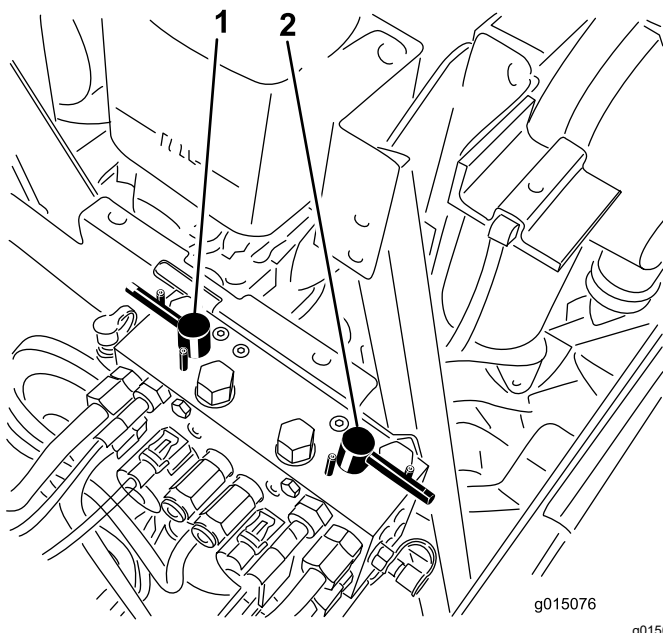

Figura 81
4. Selezionate le leve di lappatura anteriore, posteriore o entrambe per stabilire gli elementi da lappare (Figura 81).